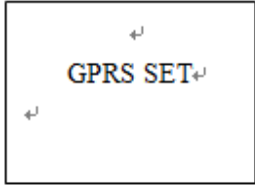

图 38+
- 图 38: GPRS-S。GPRS 参数设置;
SET”串口通讯连接界面”（图 38）。